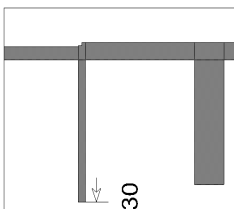

Рис. 4.21
12. Выберите в меню **Edit>Select All**, чтобы выделить всю топологию. Установите курсор на любой элемент топологии, нажмите левую кнопку мышки и переместите топологию по вертикали так, чтобы расстояние от нижнего края первого шлейфа до края корпуса было равно 0.3 мм (рис. 4.21).